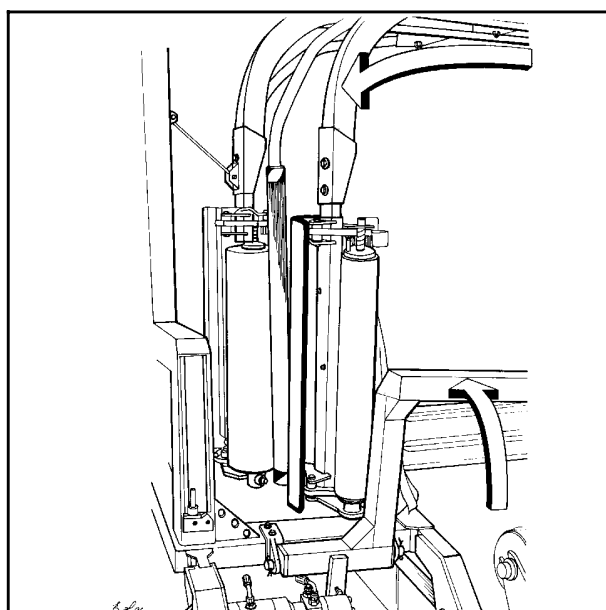
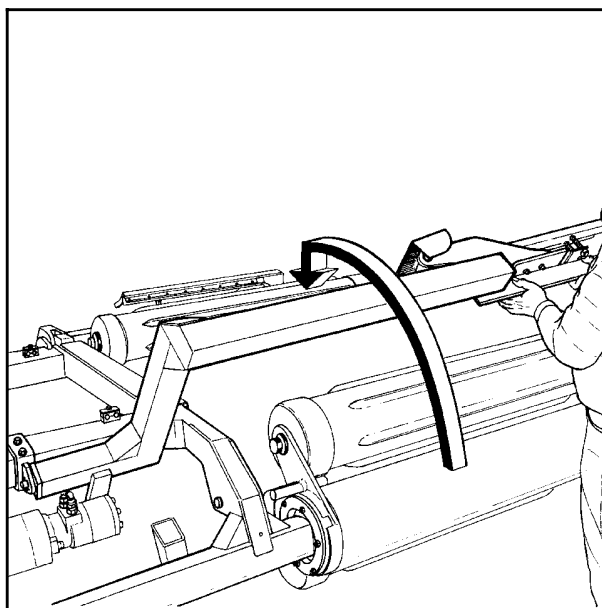

Fig. 2-9
Fig. 2.10
4. For å redusere transportbredden på TWIN-maskinene og samtidig sperre for at tilleggsarmen ikke skal svinge uforvarende ut til siden ved transportkjøring (Se fig. 2-9), så plasseres hver knivbjelke i transportstilling ved å ta tak i bjelken i ytterkant og løfte den opp og innover med håndkraft. Ved hjelp av et spesielt slissespor i bakre ende av opphengspunktet, så låses knivbjelken automatisk i oppreist transportstilling ved å slippe bjelken ned i bakkant igjen. (Se fig. 2-10).